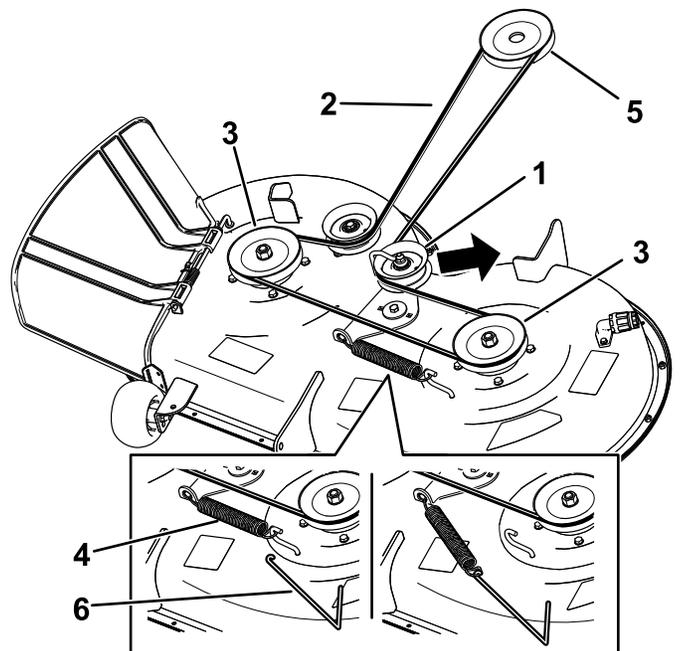

Figura 51
6. Usando una herramienta para la retirada de muelles (Pieza Toro N° 92-5771), retire el muelle tensor del gancho de la carcasa para eliminar la tensión de la polea tensora, y retire la correa de las poleas (Figura 51).
7. Pase la correa nueva alrededor de las poleas del motor y del cortacésped (Figura 51).
8. Usando una herramienta para la retirada de muelles (Pieza Toro N° 92-5771), instale el muelle tensor sobre el gancho de la carcasa y tense la polea tensora y la correa (Figura 51).